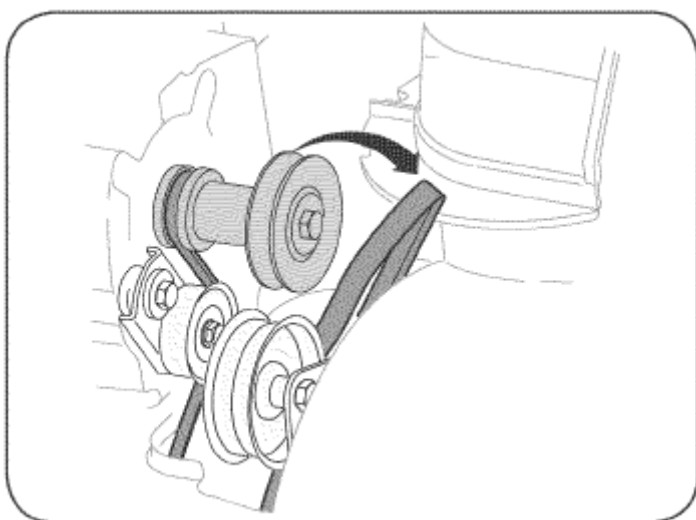

Рисунок 23
3. Стяните ремень шнека со шкива двигателя (см. рис. 23).